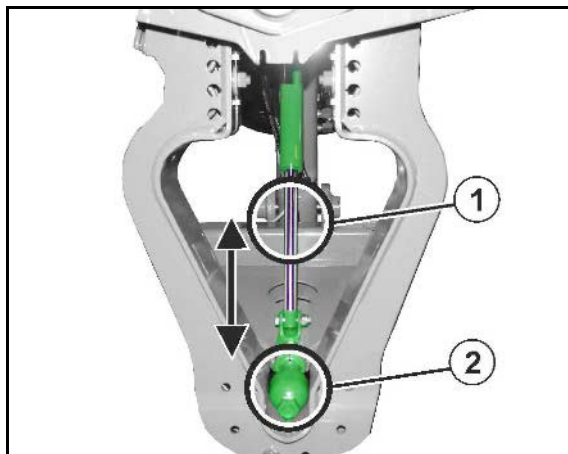

Fig. 95
Deblocare compensator de oscilații (Fig. 95/1):
- Compensatorul de oscilații se deblochează (Fig. 95/1) și timoneria de stropire basculată deschis poate să penduleze liber opus suportului timoneriei. Dispozitivul de protecție a compensatorului de oscilații este aici îndepărtat pentru o mai bună demonstrație.
Blocare compensator de oscilații (Fig. 95/2):
- Compensatorul de oscilații este blocat (Fig. 95/2), când pe ecranul terminalului de operare este afișat simbolul lacăt închis.